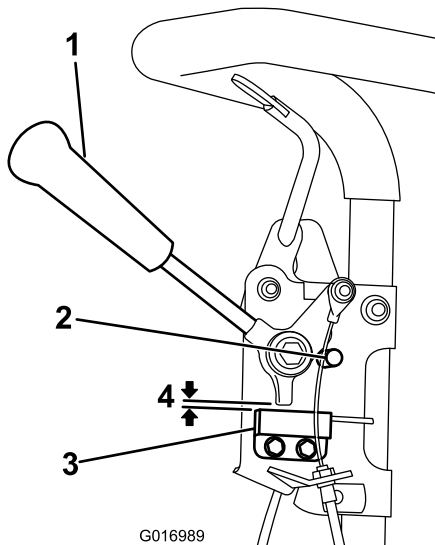

図 30
1. エンジン停止、走行レバーが解除されてニュートラルストップにあることを確認する 図 30。
2. スイッチ 図 30 を固定しているネジをゆるめる。
3. 走行レバーとスイッチ 図 30 の間に 0.813mm のすきまゲージをはさむ